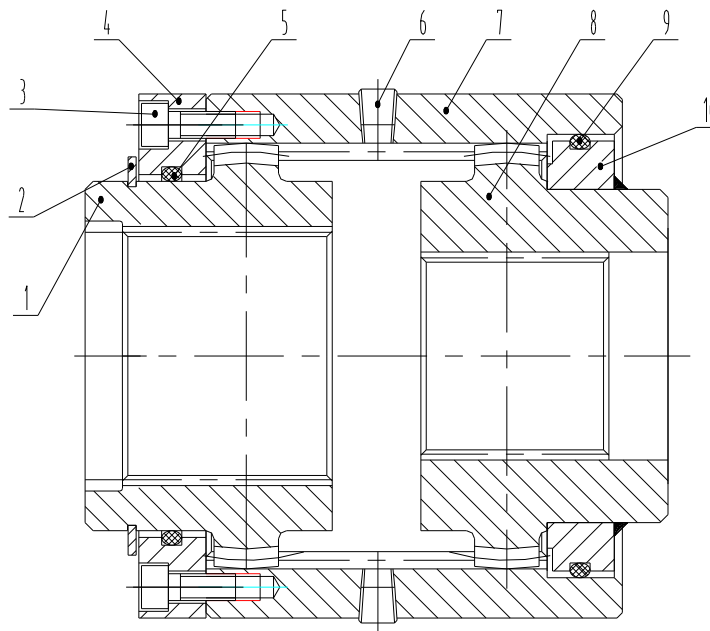

Рисунок 10-3. Соединительная муфта механизма поворота
9. Затем с вала двигателя и входного вала редуктора снимаются остальные части муфты (рисунок 10-3) в следующем порядке:
- Д. Снимите корпус муфты (7) со шлицевой втулки муфты двигателя;
2. Следующим способом вставьте соединительную муфту механизма поворота (рисунок 10-3).